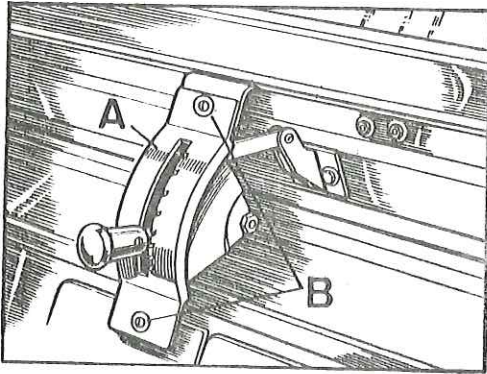

Fig. Q1-32 Desmontaje mando de accionamiento
- 1.3. Desmontar el mando de accionamiento, A (Fig. Q1-32) de la clapeta, soltando sus elementos de fijación, B.